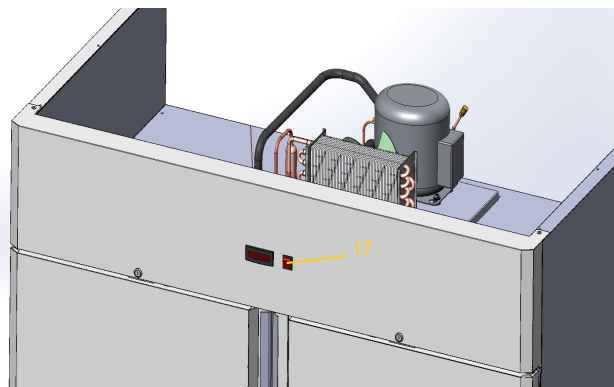

Рис. 18
16. Подключить сетевой шнур к источнику питания. Нажать кнопку включения (17) – рис.18.